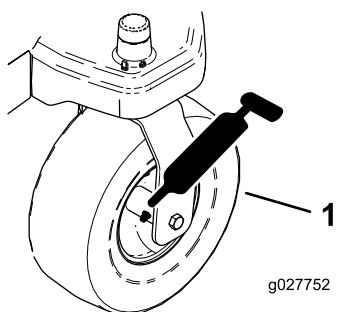
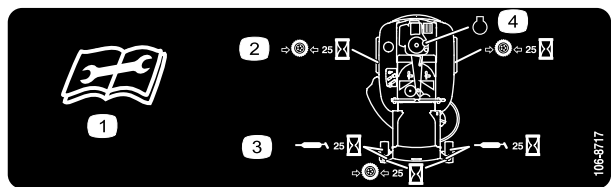

Figure 37
Figure 38
3. Nettoyez les graisseurs (Figure 37 et Figure 38) à l'aide d'un chiffon.
4. Raccordez une pompe à graisse à chaque graisseur (Figure 37 et Figure 38).